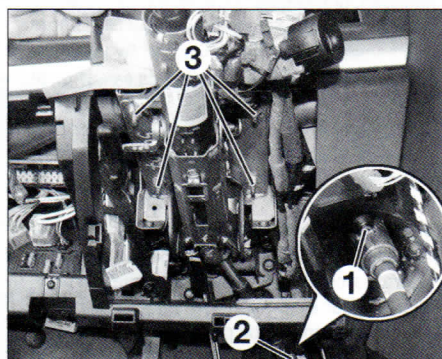

FIG. 6
- el clip de seguridad (1) del cardan de acoplamiento de la columna (fig. 6).
- el perno (2) del acoplamiento del cardan de la columna.